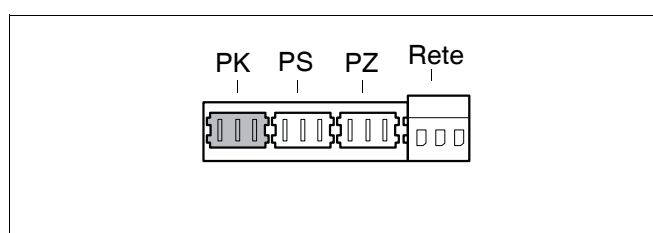

Fig. 35 Morsetteria - Pompa di riscaldamento esterna 230 V (collegamento colore verde).
- Se necessario, collegare la pompa esterna esistente (non la pompa del gruppo di collegamento) al morsetto verde PK (fig. 35).